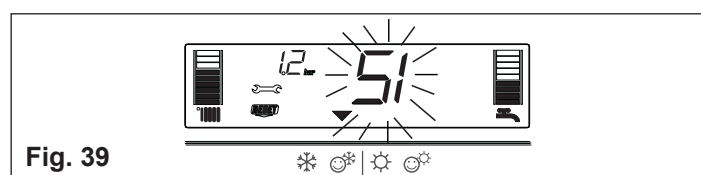

Fig. 39
3) Visualización de los iconos y (fig. 39)